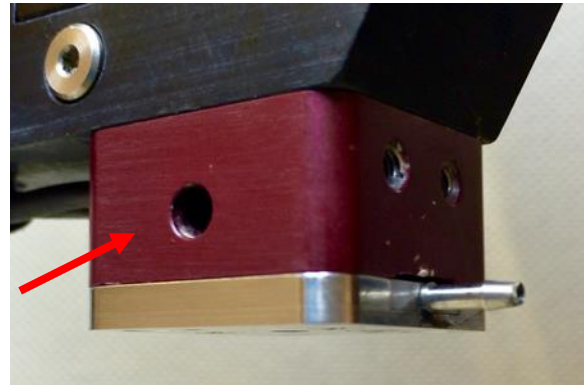

Figure 3-3 : vérifiez s'il y a des fuites au niveau de l'orifice d'évacuation
- Vérifiez s'il y a une fuite de liquide par le trou d'évacuation dans le bloc de chauffage indiqué dans Figure 3-3. S'il y a une fuite de liquide, la membrane est manquante ou endommagée et doit être remplacée. Le bloc de chauffage devra être retiré et le liquide qui a fui devra être nettoyé.